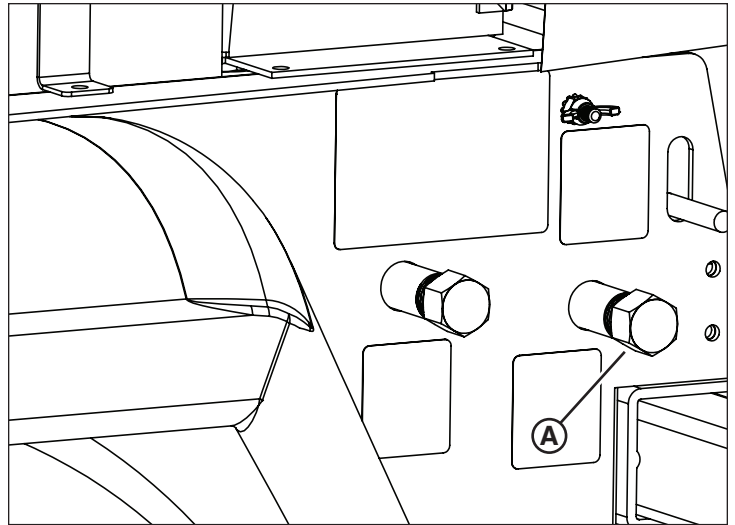

Figure 24
1. Placer un contenant adéquat sous le drain de récupération de liquide (A, Figure 24), se trouvant sur le côté gauche de la tour d'éclairage vers l'arrière.